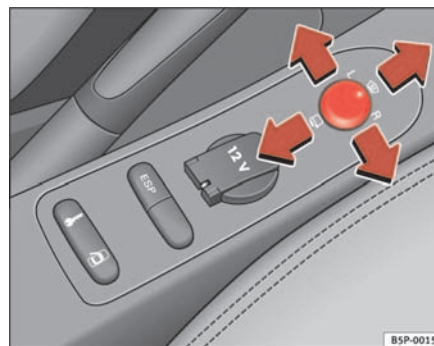

Abb. 89 Drehknopf für Außenspiegeleinstellung
1. Drehen Sie den Drehknopf ⇒ Abb. 89 in Stellung **L** (**linker Außenspiegel**).
- Drehen Sie den Drehknopf nach vorne auf die mittlere Stellung ⇒ Seite 130, Abb. 89 ①, damit die Heizung der Außenspiegel und die Funktion der beheizbaren Windschutzscheibe im Bereich der Ruhestellung der Wischerblätter\* eingeschaltet wird ⇒ Seite 125.
- Drehen Sie den Drehknopf ⇒ Seite 130, Abb. 89 in Stellung , um die Außenspiegel anzuklappen. Sie sollten die Außenspiegel immer anklappen, wenn Sie eine automatische Waschanlage durchfahren, um Beschädigungen zu vermeiden.